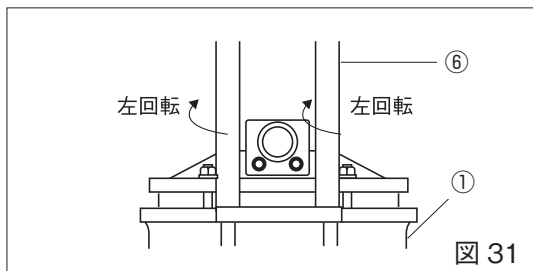

図 31
2. ヨークの取り外し: ヨーク⑥を左回転させながら、弁箱①より取り外します。ヨーク⑥の二面取り部にスパナ等をかけ、ヨーク⑥を回してください。(図 31)